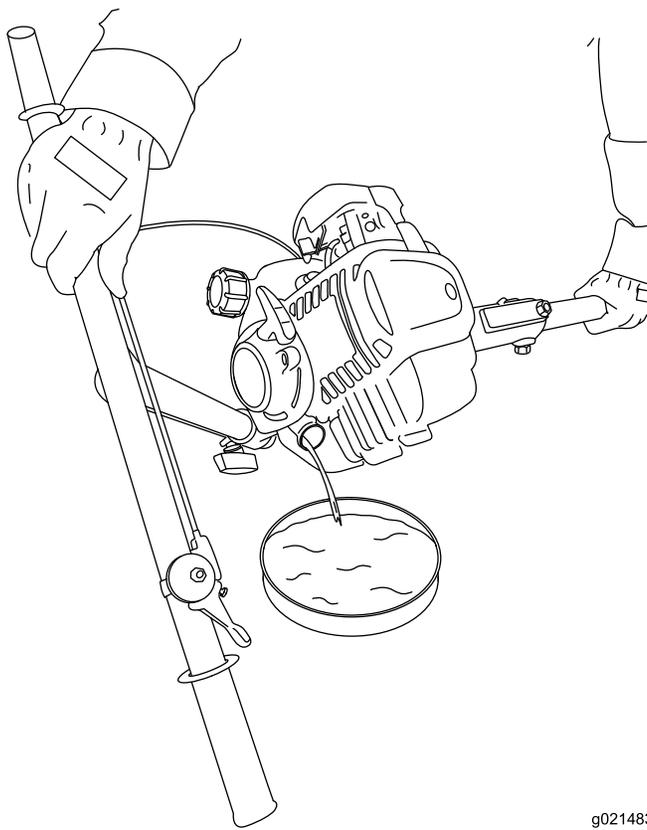

Figure 26
5. Tout en maintenant fermement le guidon et l'arbre de la machine, vidangez l'huile dans le bac (Figure 26).
- Lorsque la vidange d'huile est terminée, remettez le bouchon en place et essuyez les coulées d'huile éventuelles (Figure 26).